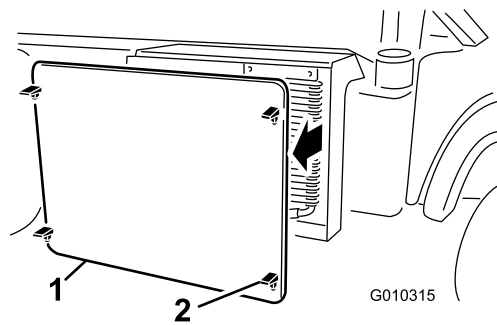

図 68
5. ラジエタースクリーンのラッチを外して、ラジエター前面から外す 図 68。